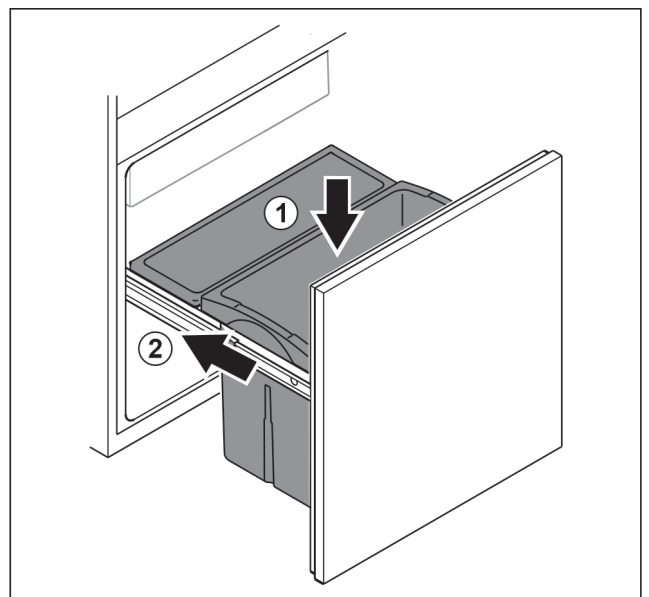

Fig. 90
- ▶ Inserire il cassetto dall'alto. Fig. 90 (1)
- ▶ Inserire il carrello spingendolo. Fig. 90 (2)